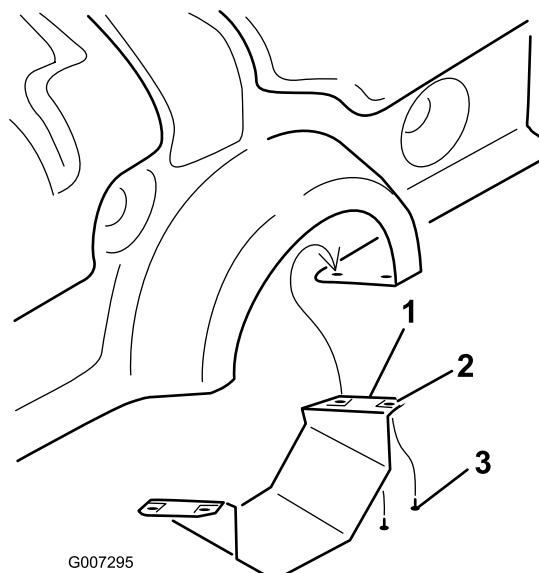

図 10
- プロコア 864 では、下 PTO シールドを外す 図 10。